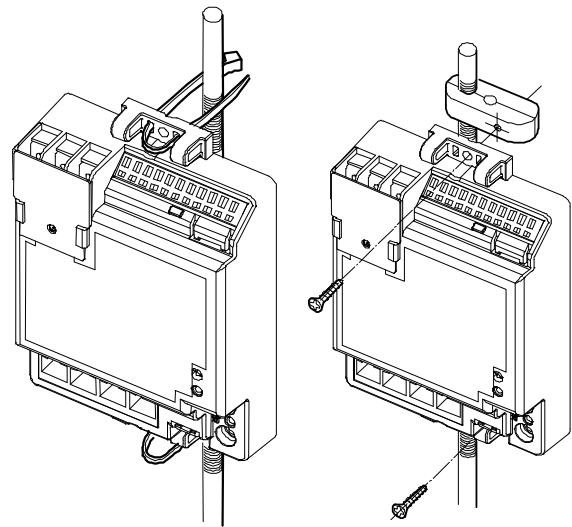

图 8 将 Inflex FC 安装在吊棚螺栓上
3) 用两条电缆扎带将Inflex FC安装在位于天花板的吊棚螺栓上($\phi 9\text{ mm}$)。将一条电缆扎带穿过两个孔。该孔位于Inflex FC顶部和底部的M4螺丝孔的两侧。可以用两个扣件代替电缆扎带将Inflex FC安装在吊棚螺栓上(请参照图8)。